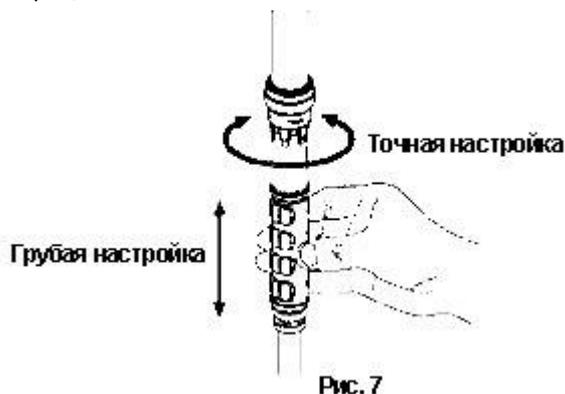

Рис. 7
2. Согласно Рис.7, двигая вверх или вниз регулировочную рукоятку блока удлиняющей катушки и при этом, слушая шум эфира, найдите то положение, при котором принимаемый шум будет наибольшим. Если регулятор достиг самого нижнего положения, и не удастся достичь наибольшей чувствительности, уменьшите число вертикальных элементов на один и повторите настройку. Возможно ваша антенна слишком длинная на данной частоте.
4. Теперь, согласно Рис.7, немного поверните регулятор катушки вправо или влево при нахождении трансивера в режиме прием. После этого отойдите от антенны и ещё раз проверьте КСВ, затем повторяйте эту процедуру, пока не будет достигнут наилучший КСВ. **Не прикасайтесь к регулировочной рукоятке блока удлиняющей катушки при передаче!**